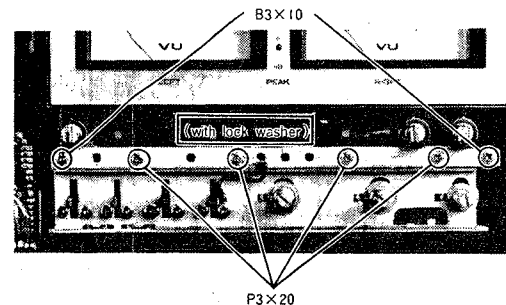

Fig. 7 Abb. 7
7. **Bias adjustment/Memory PC Board and DCCS PC Board (Fig. 7)**
7. **Schaltplatine und Dolby-Kalibrier-Platine (Abb. 7)**
7. **Plaquette à circuits imprimés de commutation et plaquette de DCCS (Fig. 7)**